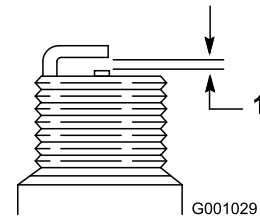

Bild 46
4. Stellen Sie den Abstand der Elektroden an der neuen Zündkerze auf 0,76 mm ein, wie in Bild 46 abgebildet.